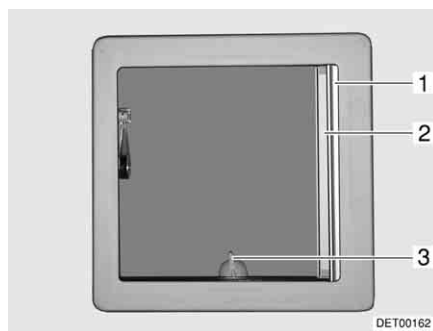
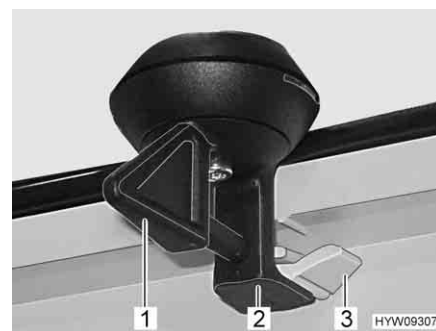

Fig. 48 Oblò inclinabile
Fig. 49 Bloccaggio (oblò inclinabile)
Posizionamento: ■ Ruotare la leva (Fig. 48,3 o Fig. 49,1) di un quarto di giro.
■ Girare la leva di un quarto di giro. Il bloccaggio (Fig. 49,2) deve entrare nell'aggancio inferiore (Fig. 49,3).
- Tirare la tendina oscurante pieghevole (Fig. 48,1) fino alla posizione desiderata e rilasciare. La tendina oscurante pieghevole rimane in questa posizione.
- Estrarre la zanzariera a rullo (Fig. 48,2) fino a quando non scatta il bloccaggio dalla parte opposta.